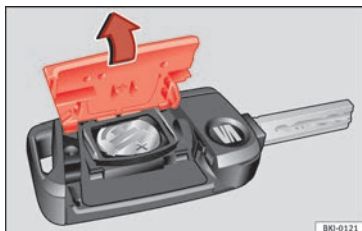

Fig. 137 Llave del vehículo: apertura de la tapa del compartimento para la pila.
- Retire la tapa en la parte trasera de la llave del vehículo » » » fig. 137 en la dirección de la flecha » » » ❶.
- Coloque la tapa tal como se muestra » » » fig. 137 y presiónela en la carcasa de la llave del vehículo en sentido contrario a la flecha hasta que encastre.
❶ CUIDADO